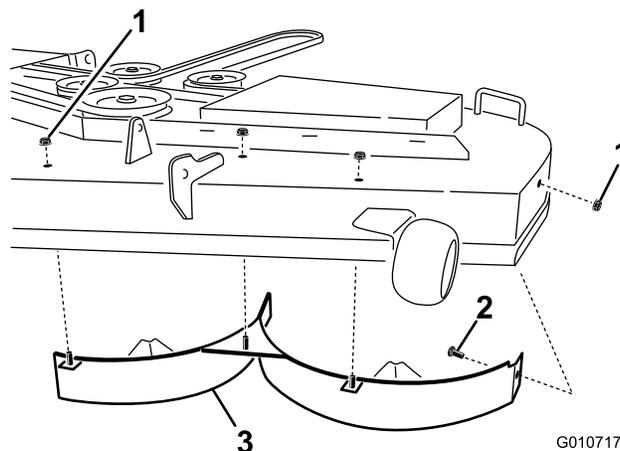

Figura 4
12. Instale el deflector izquierdo a la plataforma de corte según se muestra en Figura 4. Utilice tres contratuercas (5/16 pulgada) para sujetar las clavijas soldadas del deflector derecho a la parte superior de la plataforma de corte en las posiciones centro, centro izquierda e izquierda. Apriete las fijaciones a mano.